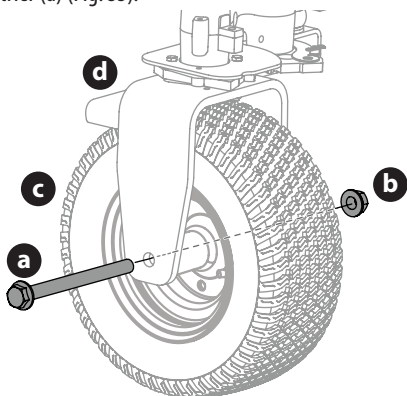

Fig. 55
- Retirez la vis hexagonale (a) et le contre-écrou à collerette (b) qui fixent la roue avant (c) à l'étrier (d) (Fig. 55).